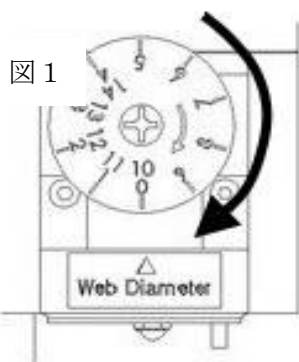

図1
- 4) 本体中央の調整ダイヤル目盛を WebDiameter の矢印にエンドミルの刃の径に合った数値で合わせます (図1 = 次ページ)。 この際、目分量になりますが、エンドミルの刃径表示数値より大きくせず若干小さめのメモリに合わせてください。 例えばエンドミルの刃径が 7.2mm ならメモリを7くらいで合わせます。